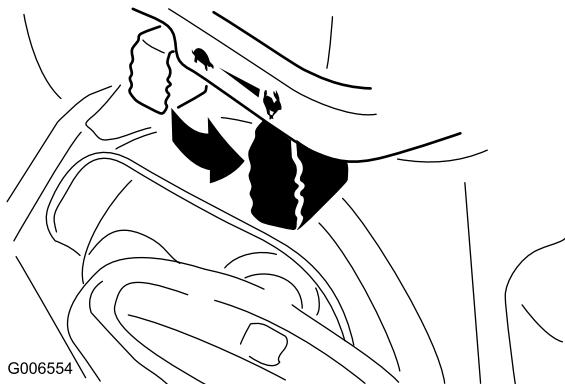

Рисунок 24
- Переведите дроссельный кран в положение Fast (Быстро) (Рисунок 24).